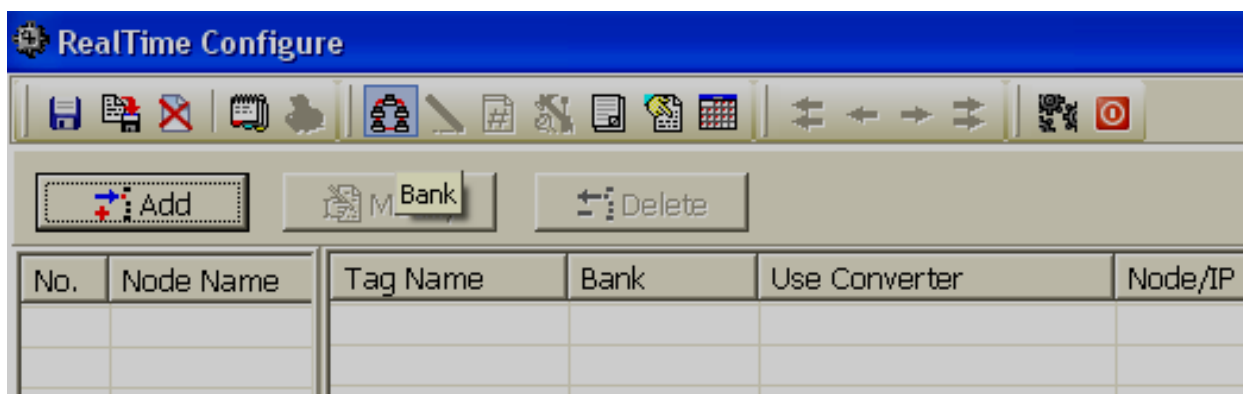

Рисунок 94
Следует выбрать «Нет» и перейти в окно просмотра имеющихся тегов (рисунок 94).
2) Для настройки одного из четырех банков следует выбрать кликом значок , и настроить его для использования (рисунок 94). Каждый банк может быть настроен как на работу с Ethernet (протокол Modbus_TCP), так и с последовательным портом RS-232/422/485 (протокол Modbus_RS232).